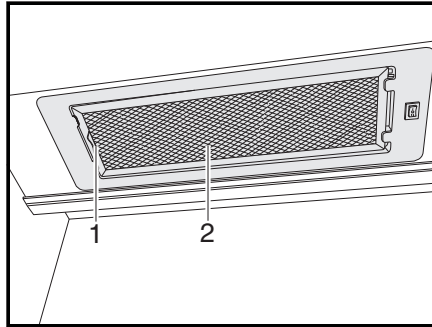

Fig. 158 Hotte aspirante
- Pousser le levier (Fig. 158,1) vers l'intérieur.
- Retirer le filtre (Fig. 158,2) vers le bas.